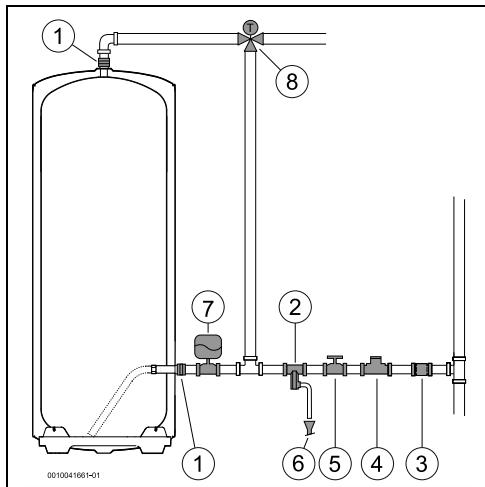

Fig. 7 Raccordement d'eau (300)
- Fermer la vanne d'arrêt de l'eau (→ Fig. 7, [5]).
- ▶ En cas d'utilisation de tubes PEX, installer un contrôle thermostatique (Fig. 7, [8]) sur le tube de sortie de l'appareil. Il doit être réglé pour correspondre aux performances du matériel utilisé.
- installer un réducteur de pression (Fig. 7, [4]). La soupape différentielle se déclenche lorsque la pression d'eau dans l'appareil est supérieure à 8 bars (± 1 bar), et il est donc nécessaire de prévoir un moyen d'évacuer cette eau.
- installer un vase d'expansion (Fig. 7, [7]) pour empêcher l'ouverture trop fréquente de la soupape différentielle. Le volume du vase d'expansion doit être équivalent à 5% du volume de l'appareil.